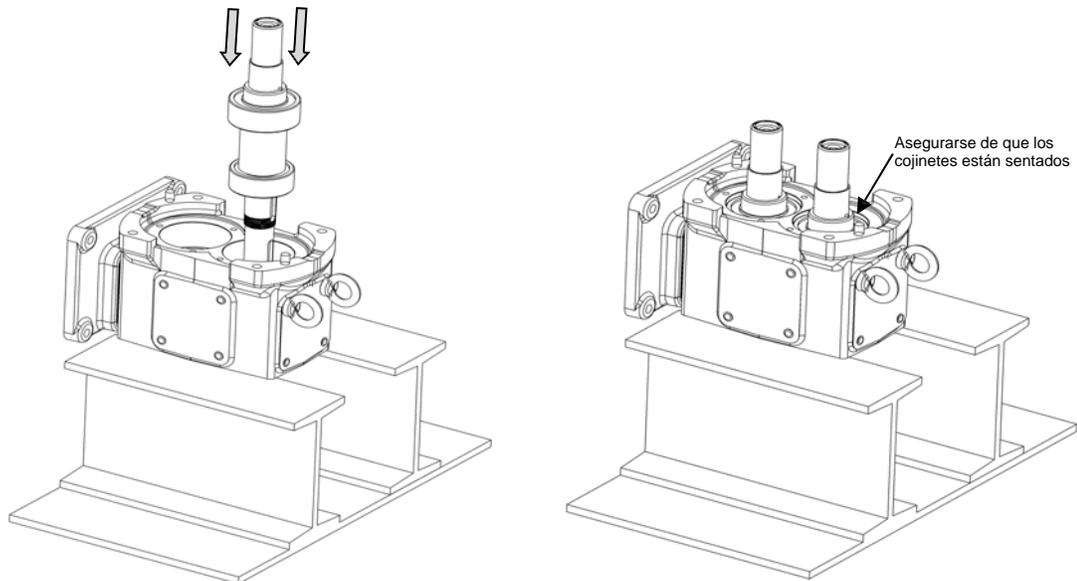

Figura 51: Presionar cojinete trasero sobre eje
3) Ponga la caja de engranes en una prensa con el lado del fluido hacia arriba. Aplique lubricante al exterior de los cojinetes. Coloque el ensamblaje de ejes (un eje a la vez) en la caja de engranes con el extremo del rotor hacia arriba. Asegurándose de que el motor y los ejes cortos estén en los orificios correctos, presione los ejes dentro de la caja de engranes hasta que los cojinetes se asienten por completo (Figura 51).